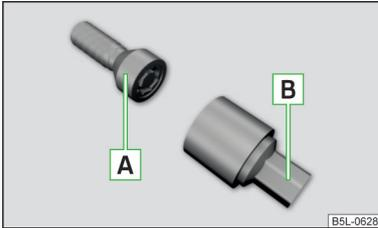

Abb. 173
Die Anti-Diebstahl-Radschrauben schützen die Räder vor einem Diebstahl. Diese können nur mithilfe des Adapters **B** » Abb. 173 gelöst bzw. festgezogen werden.
- Den Adapter **B** » Abb. 173 mit der verzahnten Seite bis zum Anschlag in die innere Verzahnung im Kopf der Anti-Diebstahl-Radschraube **A** stecken.